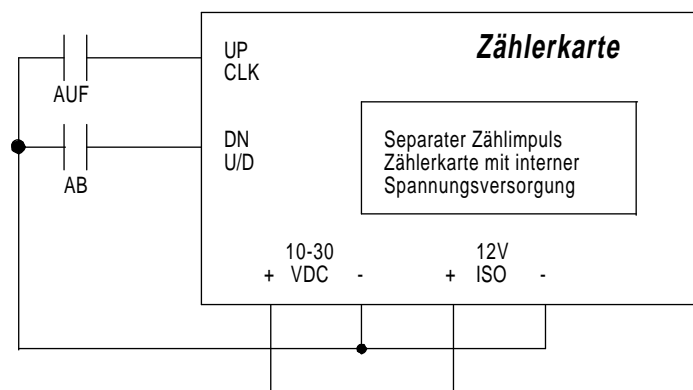

Bild 10
- SW1-1 1 = Separate Zählimpulse für AUF und AB (Bild 10+11)